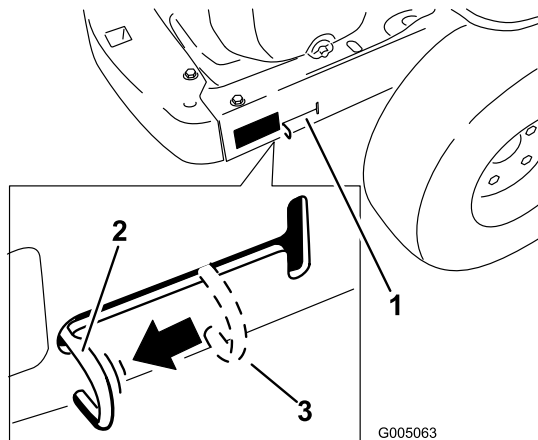

Figura 18
4. Mueva las palancas de desvío hacia atrás y luego hacia abajo para bloquearlas en esa posición, según se muestra en Figura 18, para desengranar los motores de rueda. Repita en el otro lado de la máquina.
Mueva las palancas de desvío hacia arriba y empújelas hacia adelante, al **centro** de la ranura horizontal (Figura 18) para engranar los motores de rueda.